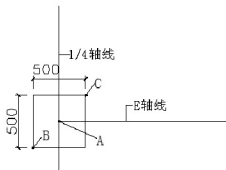

图 2.53 GZ3 的尺寸及位置
在 1/4 轴线和 E 轴线相交处绘制尺寸为 500mm × 500mm 的构造柱, 如图 2.53 所示。
① 单击【对象捕捉】工具栏上的【捕捉自】图标.
② 在指定第一个角点或【倒角(C)/标高(E)/圆角(F)/厚度(T)/宽度(W)]: _from 基点: 提示下, 捕捉图 2.53 中的 A 点(以 A 点作为确定矩形左下角的基点)。